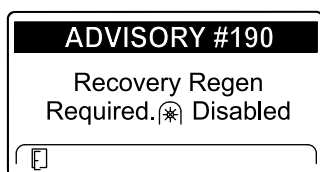

Рисунок 23
- Требуется восстановительная регенерация — механизм отбора мощности выключен, ИНФОРМАЦИОННОЕ СООБЩЕНИЕ № 190 (Рисунок 23)